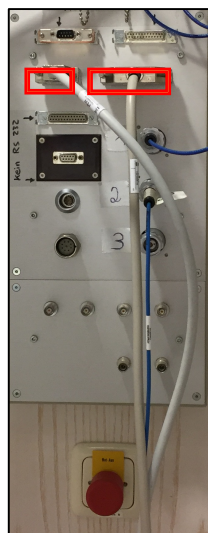

Abbildung 3: Kontrollpanel Linac-Raum
- Die Messkammer über 2 Kabel (siehe Abb. 3) mit dem Kontrollpanel im Linac-Raum verbinden